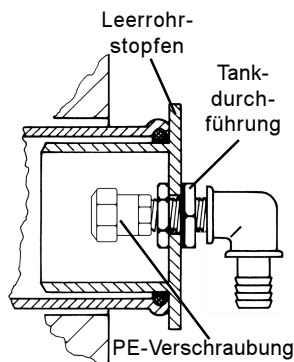

Bild 3
- Falls Ihr Auffangbehälter einen DN 100-Muffenanschluss besitzt, können sie zudem den Leerrohrstopfen einsetzen, siehe Bild 3.
- Die zweite lose 1 ¼“ Schlauchtülle zusammen mit dem 90° Winkel dicht und fest mit der Tankdurchführung verschrauben, siehe Bild 3.